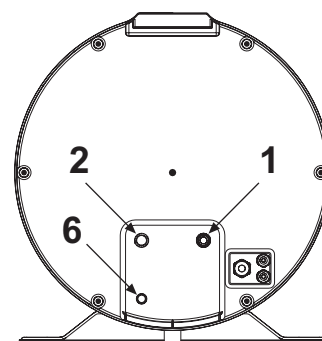

fig. 17
- Collegare la linea di alimentazione d'acqua fredda e la linea in uscita negli appositi punti di allacciamento (fig. 17).